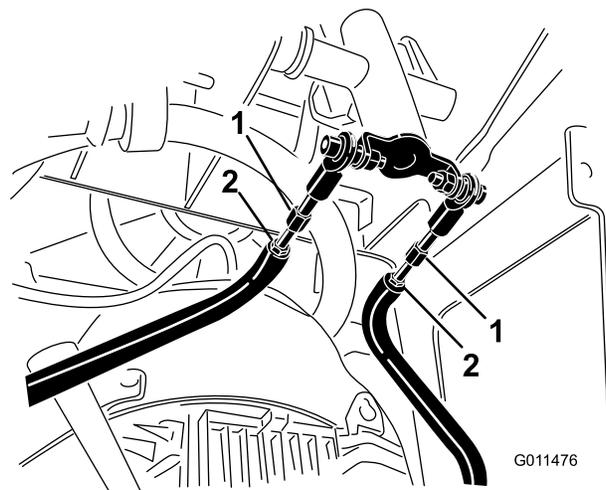

Рисунок 56
- D. Ослабьте контргайки на штоках привода под панелью управления (Рисунок 56).